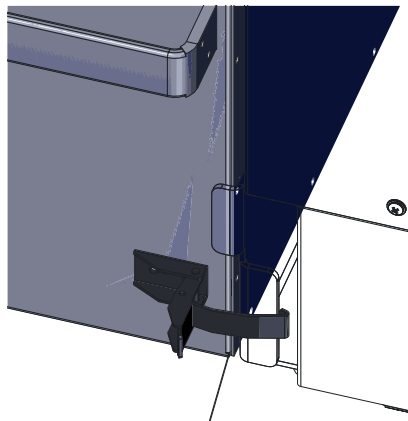

Fig. 124 Chiudere la chiusura a staffa di fissaggio
- Chiudere la chiusura a staffa di fissaggio – Fig. 124.